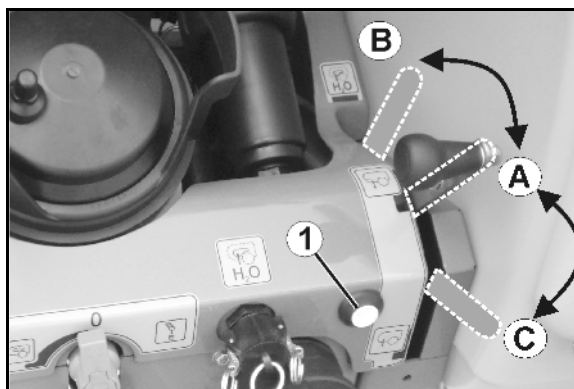

Fig. 73
- o Modificarea telecomandată a poziției stropitorilor (Fig. 73/A) în poziția spălare (Fig. 73/B).
Comutarea de pe poziția de umplere (Fig. 73/C) pe poziția stropire (Fig. 73/A) prin terminalului de operare sau la panoul de operare (Fig. 73/1).